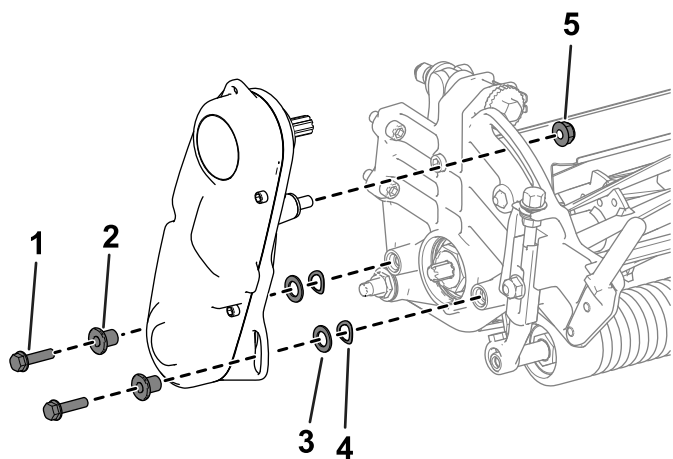

Рисунок 44
2. Снимите детали крепления узла привода барабана к боковой пластине (Рисунок 44).
3. Снимите привод барабана в сборе, плоские шайбы, пружинные шайбы и проставки с боковой пластины (Рисунок 44).